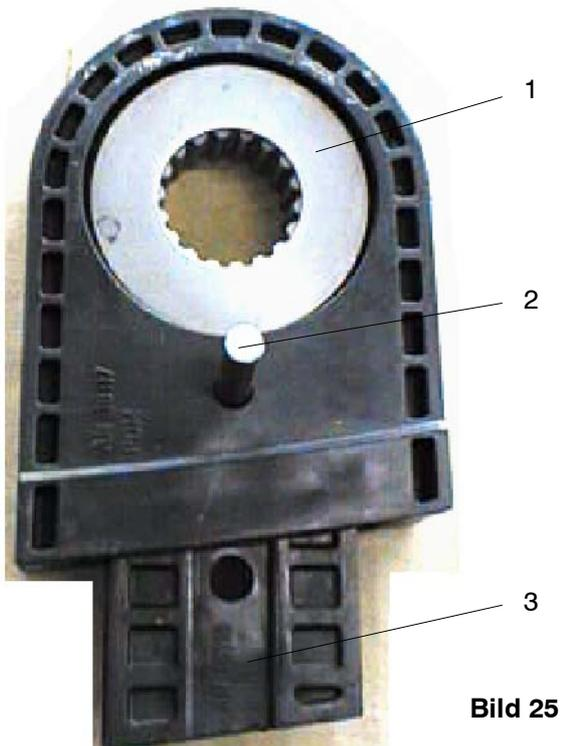
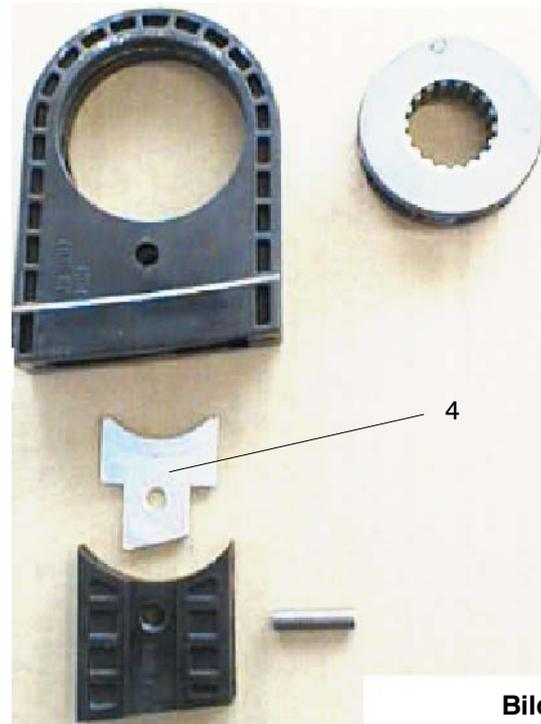

Bild 25
Bild 26
Zum Ausbau des Kettenrades (1, Bild 25) wird:
- der Zylinderstift (2, Bild 25) entfernt.
- der Einsatz (3, Bild 25) mit Abstreifer (4, Bild 26) nach unten herausgezogen
- das Kettenrad (1, Bild 25) seitlich entnommen